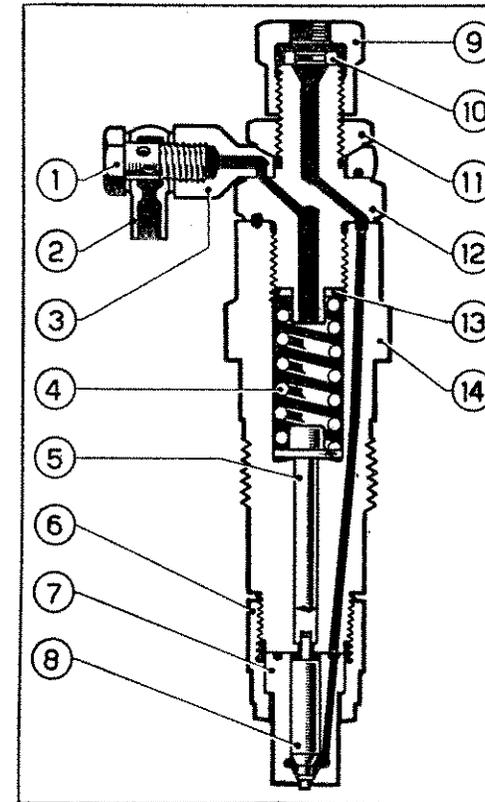

Fig. 5 - SEZIONE DEL PORTA-POLVERIZZATORE CON POLVERIZZATORE DEL COMBUSTIBILE
**b) Polverizzatore e portapolverizzatore** - Il polverizzatore, del tipo BOSCH, è fissato mediante una ghiera al portapolverizzatore. Gli elementi che li compongono si possono rilevare dalla Fig. 5.